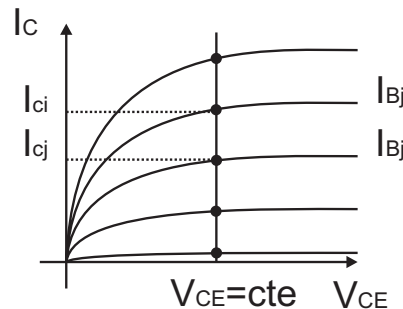

Figura 21:  $h_{fe} = (I_{Ci} - I_{Cj}) / (I_{Bi} - I_{Bj})$ ,  $I_C = (I_{Ci} + I_{Cj}) / 2$
**REALIZACIÓN PRÁCTICA.** Obtención de los parámetros  $h_{FE} (\equiv \beta_F)$  y  $h_{fe}$  del transistor a partir de curvas  $I_C - V_{CE}$  (Figura 21).